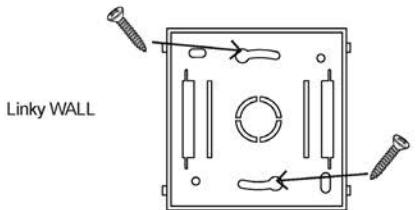

Fig.2
2. Utilizzando due viti fissare la base su una parete (Fig.2).
**Attenzione:** l'orientamento deve essere esattamente come in Fig.2